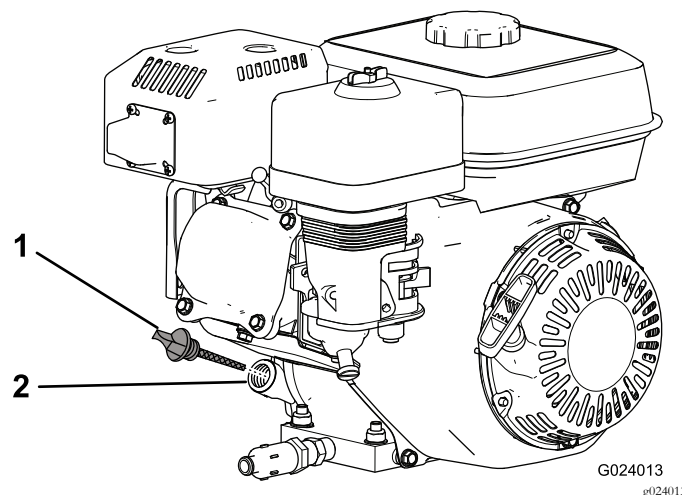

図 18
2. エンジンを停止し、冷えるのを待ってオイルフィルタのキャップ兼ディップスティックの周囲をきれいにする 図 18。